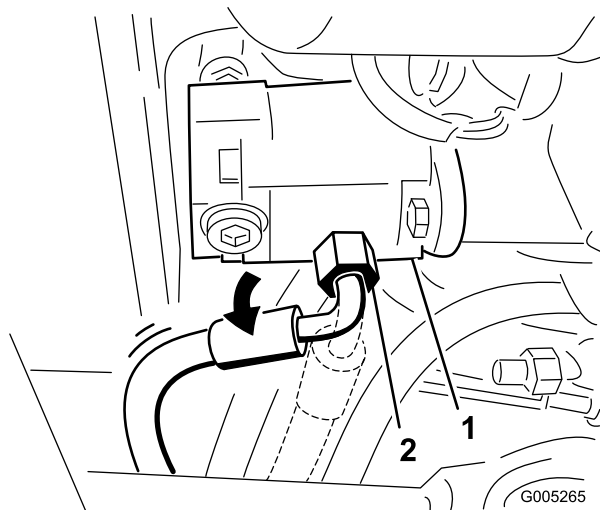

Рисунок 84
37. Ослабьте штуцер напорного шланга на насосе и поверните штуцер на 45 градусов в сторону задней части машины (Рисунок 84).
**Примечание:** Рисунок 84 показан со стороны нижней части тягового блока.